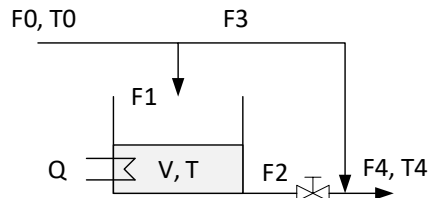

Figura 3: Tanque con descarga gravitatoria, calefacción y derivación.
4. Un tanque abierto con descarga gravitatoria (Figura 3) está en estado estacionario para una apertura de la válvula de descarga igual a 0.5. La válvula de descarga es lineal. La presión de descarga es la atmosférica. El nivel del líquido, agua, es 0.8 m. El diámetro del tanque es de 1.5 m. El tanque es calentado por un serpentín por el cual circula vapor saturado a 130 °C. La corriente F0 tiene un caudal igual a 40 litro/min y una temperatura de 25 °C. Esa corriente se divide en todo momento en partes iguales para originar F1 y F3. El serpentín está en la base del tanque. La temperatura del tanque es 50 °C. Grafique la evolución del nivel L y de las temperaturas T y T_4 cuando se provoca una disminución instantánea del 25 % en el caudal de F_0 a los 10 min de iniciada la simulación en el estado estacionario descrito. Determine el nuevo estado estacionario que alcanza el sistema. Informe C_v ($m^{3.5}/kg^{0.5}$), UA_s ($W/^\circ C$), L (m), T ($^\circ C$) y T_4 ($^\circ C$) para ese estado estacionario con cuatro cifras significativas.